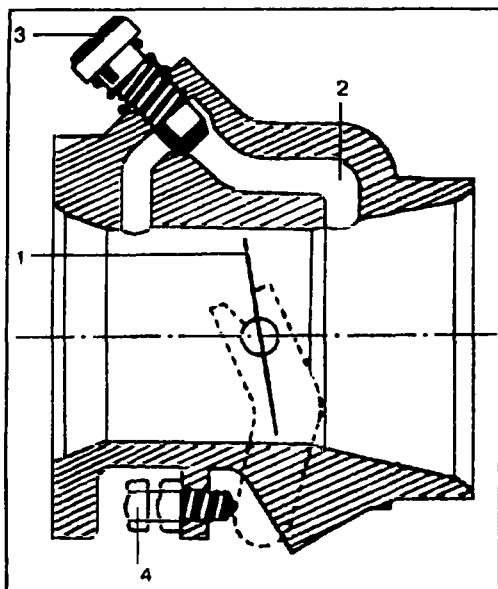

Рис. 4.81 Устройство узла дроссельной заслонки - типовая конструкция
Количество поступающего воздуха зависит от положения дроссельной заслонки (1) (см. рис. 4.81), находящейся на входе впускного коллектора. Положение заслонки зависит от положения педали «газа».